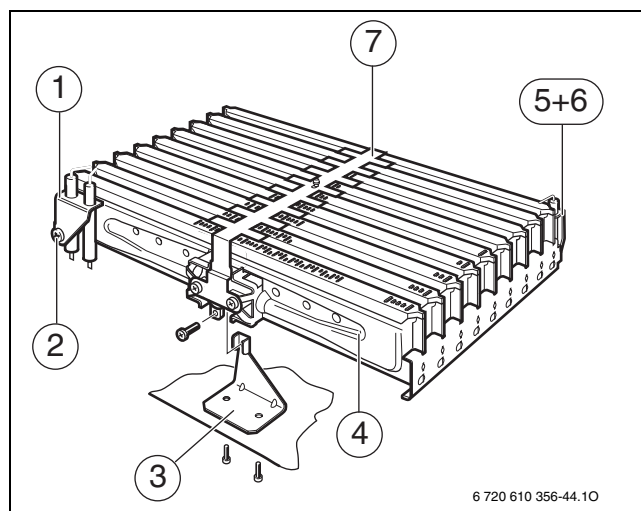

Fig. 54 Blocco bruciatore
- ▶ Scollegare con prudenza il giunto ad innesto sugli elettrodi di accensione (→ fig. 54).
- ▶ Sfilare con cautela la spina dall'elettrodo di controllo fiamma (5).
- ▶ Svitare il supporto bruciatore (3).
- ▶ Svitare il controdado sotto il bruciatore e rimuovere con cautela il gruppo bruciatore (4).